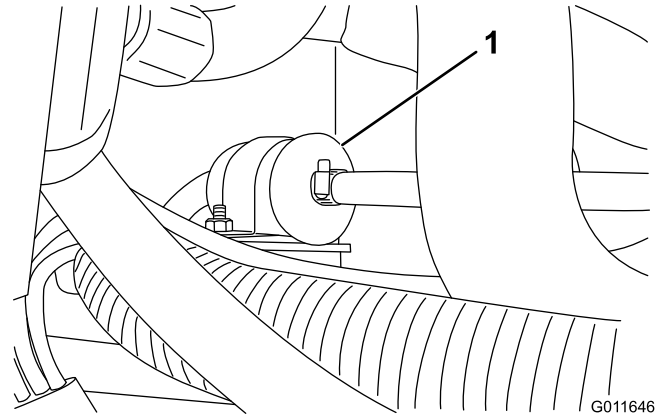

Figura 50
2. Liberte as braçadeiras das mangueiras que se encontram em cada uma das extremidades do filtro e retire as tubagens (Figura 50).